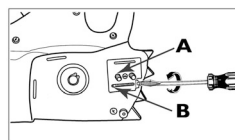

Fig. 3A
1. Desserrer les écrous de blocage du guide-chaîne (J) afin de pouvoir les dévisser à la main. (Voir Fig. 3A)
2. Au moyen d'un tournevis ou d'une clé, si votre kit de l'utilisateur contient cet outil, faire tourner la vis de réglage de la chaîne (A) dans le sens inverse des aiguilles d'une montre aussi loin que possible vers la gauche ou jusqu'à ce que le tenon (B) (griffe projetée) soit au bout de sa course. (Voir Fig. 3A)
2. Pour retirer le cache latéral (A), faire pivoter le bouton (B) dans le sens inverse des aiguilles d'une montre. (Fig. 3A)